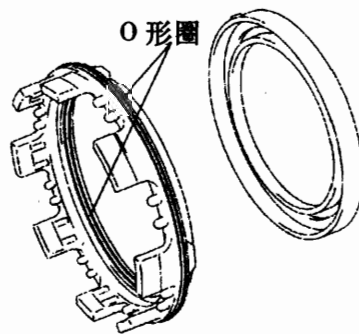

图 12-1-79
(15) 安装 1 号制动活塞。如图 12-1-79 所示, 将 ATF 涂到两个新 O 形圈上, 然后安装到 1 号制动活塞上, 用双手将 1 号制动活塞压入 1 号制动缸中。注意: 不要损伤 O 形圈。